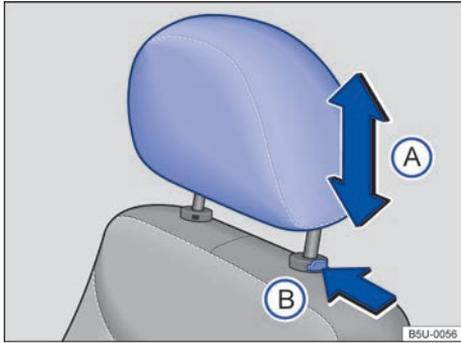

Fig. 40 Desmonte el apoyacabezas delantero.
- Pulse la tecla \Rightarrow fig. 40 (B) en el sentido de la flecha. Retire el apoyacabezas mientras presiona la tecla.
- Empuje el apoyacabezas totalmente hacia abajo con la tecla \Rightarrow fig. 40 (B) presionada.